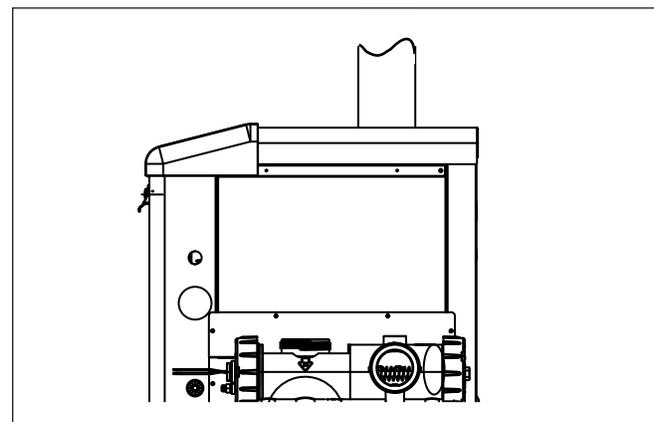

Figure 6. Installation du tuyau d'évacuation
2. Installez le tuyau de ventilation sur le collet de ventilation intérieur. Le collet accommodera la tuyauterie de ventilation d'un diamètre nominal de 6 po, 7 po ou 8 po, voir le tableau 4, selon le modèle de votre réchauffeur, voir figure 6. Voir la section de l'installation de la ventilation pour obtenir les renseignements importants concernant la sélection de la bonne grandeur de tuyau.